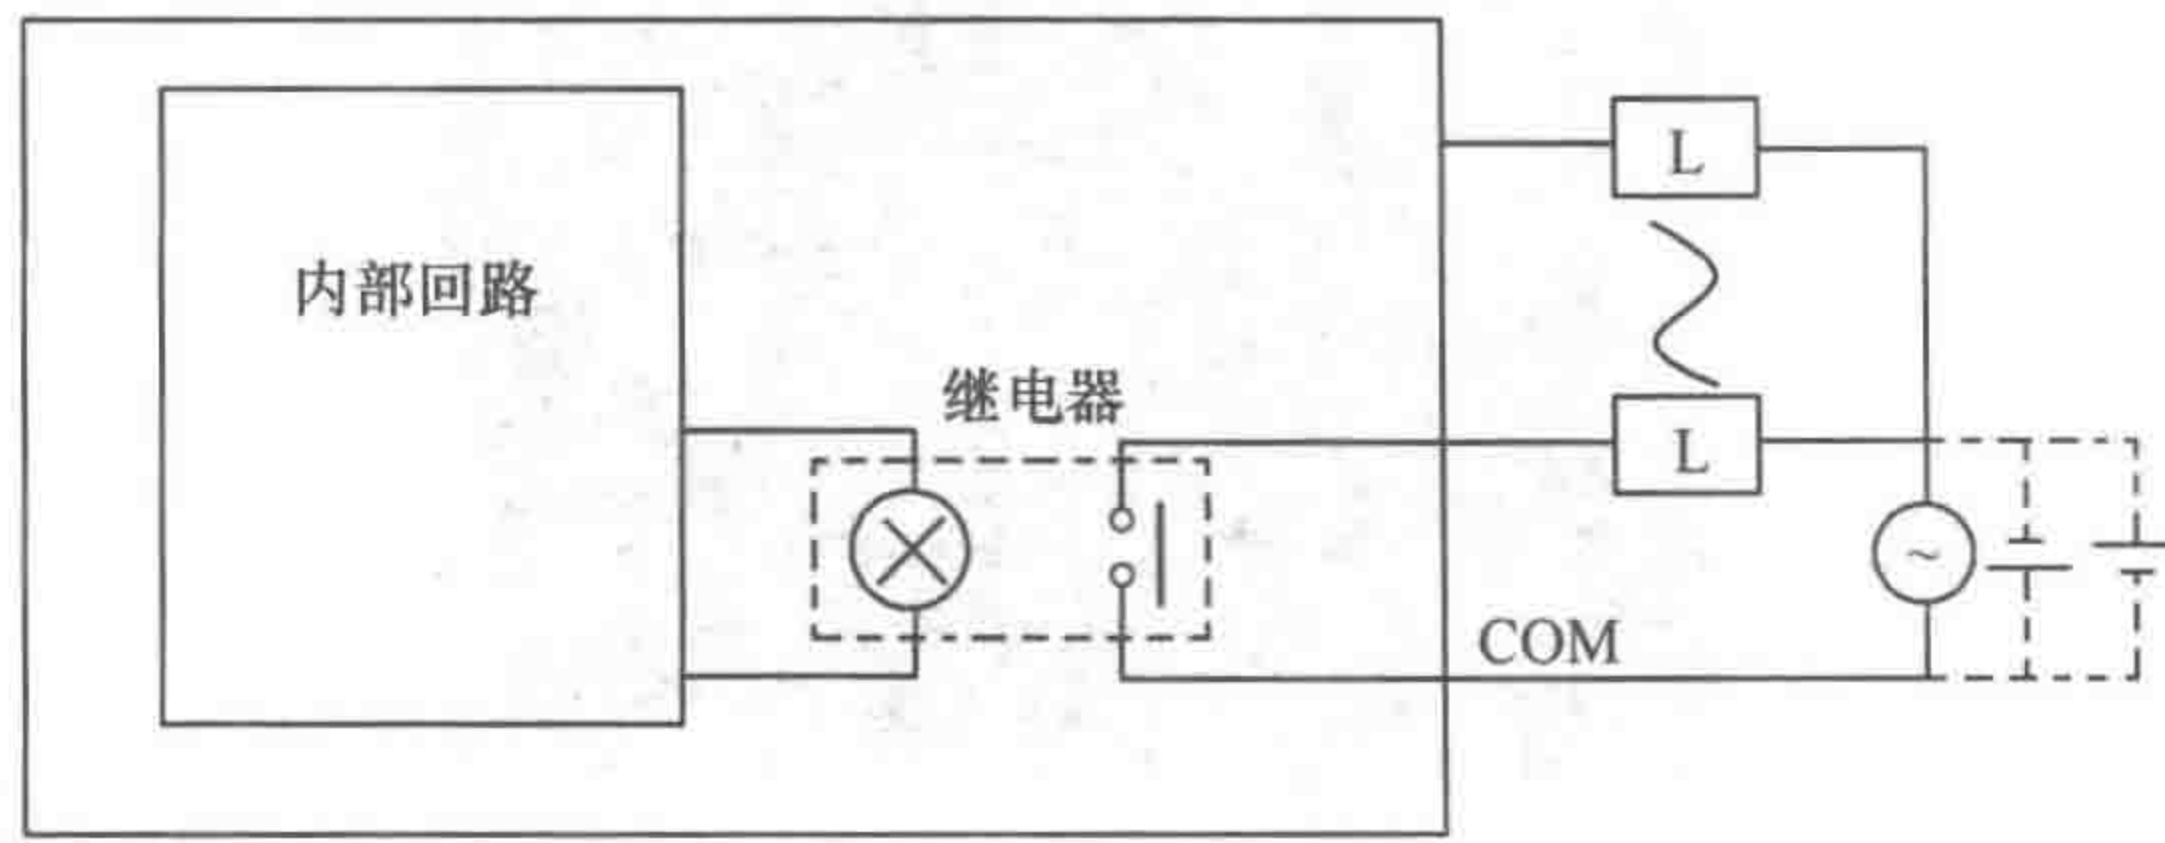

图 1-1-7 输出接口
(2) 输出接口:S7-200 主机配置的输出接口通常是继电器型,为有触点输出,外加负载电源既可以是交流,也可以是直流,响应时间为毫秒(ms)量级,如图 1-1-7 所示。